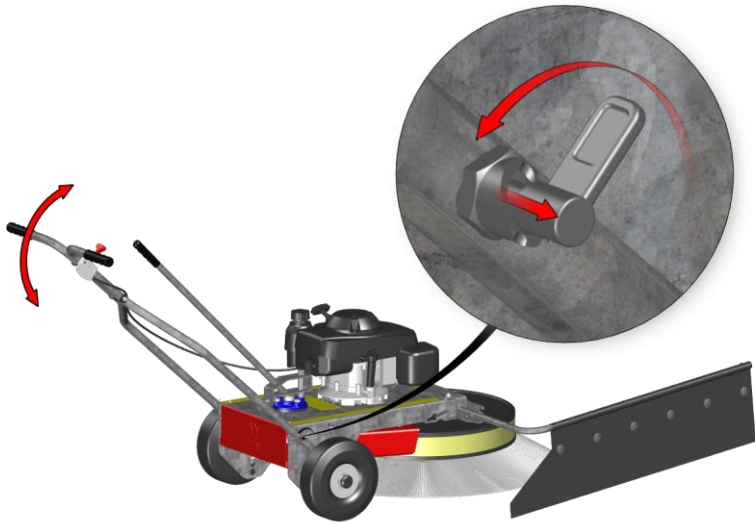

Abb. 22: Griffhöhe
1. Den Riegelbolzen gemäß Abb. 22 an beiden Seiten entriegeln.